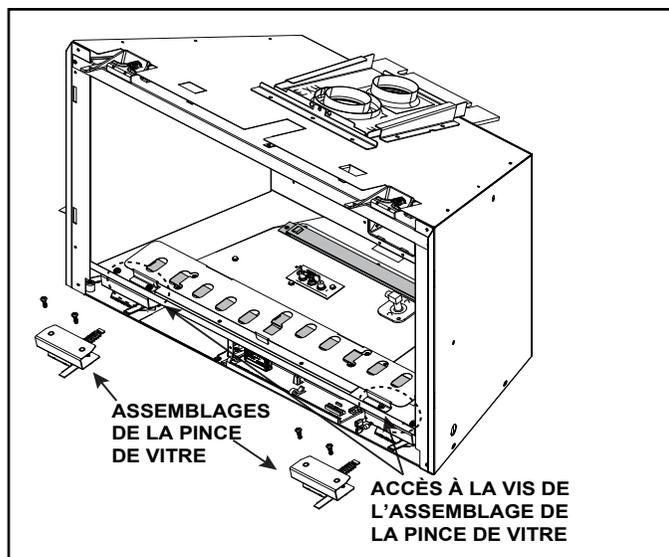

Figure 7.2 Retrait des pinces de vitre
- Les pinces de vitre peuvent être retirées pour un meilleur accès aux composants. Voir la figure 7.2.